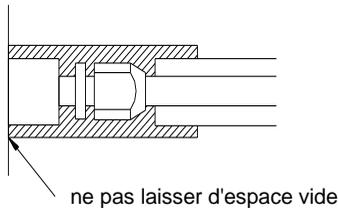

Fig. 19
- ① Lors du raccordement du tuyau de réfrigérant à l'unité intérieure, ne tirez jamais fort sur aucun raccord de l'unité intérieure au risque des dommages sur un tube capillaire ou autre tuyau pouvant engendrer une fuite de réfrigérant.
- ② Le tuyau de réfrigérant devrait être fixé à l'aide des supports pour éviter que son poids n'agisse pas trop sur l'unité.
- b. Les raccordements de l'unité intérieure devraient être calorifugés. Aucune espace libre ne devrait pas rester entre l'isolation du raccordement et l'unité (voir la figure 19).